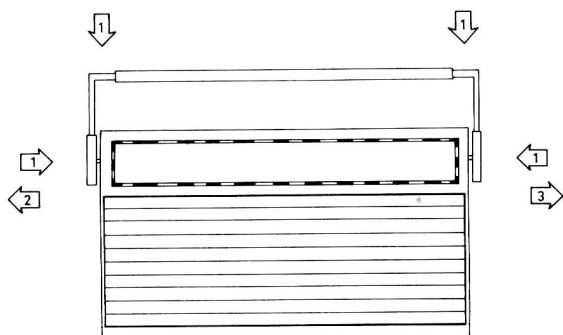

FIG. 1
- 1 - enlever la poignée en se référant à la figure 1 ;